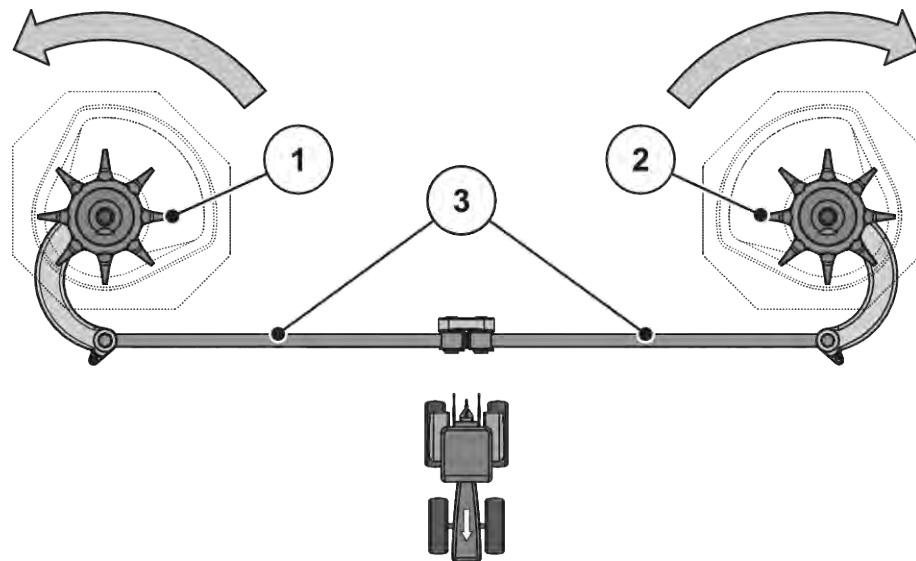

Рис. 60: Проверка привода мешалки
См. Рис. 60 Проверка привода мешалки.
- Поверните головку мешалки с усилием рукой или с помощью ленточного ключа для масляного фильтра **против направления вращения разбрасывающего диска.** см. Рис. 60 Проверка привода мешалки